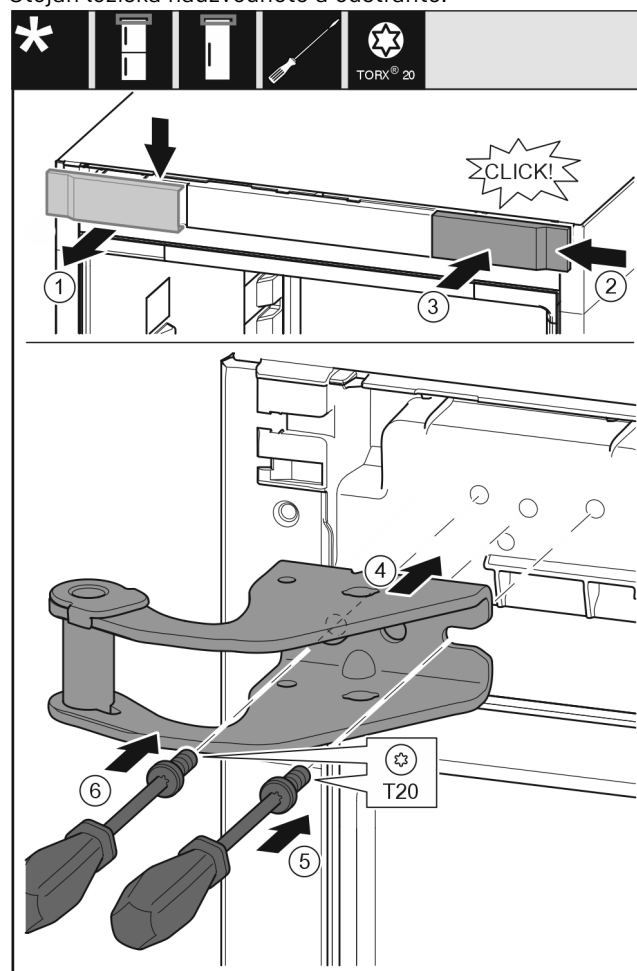

Fig. 10
- Odeberte kryt Fig. 10 (1) shora dopředu.
- Kryt Fig. 10 (2) otočený o 180° zavěste na druhé straně zprava.
- Zaklapněte kryt Fig. 10 (3).
- Nasad'te horní stojan ložiska Fig. 10 (4).
- Šroubovákem nasad'te šroub Fig. 10 (5) a utáhněte.
- Šroubovákem nasad'te šroub Fig. 10 (6) a utáhněte.